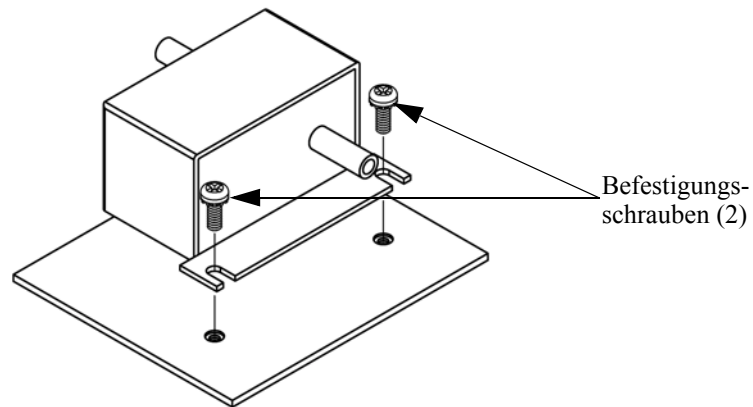

Abb. 7-12. Durchflußsensor tauschen
Um den Durchflußsensor zu tauschen, bitte wie folgt vorgehen (Abbildung 7-12).
4. Anschließend die beiden Befestigungsschrauben, die zur Befestigung des Durchflußsensors auf der Grundplatte dienen, entfernen und dann den Durchflußsensor abnehmen (Abbildung 7-12).